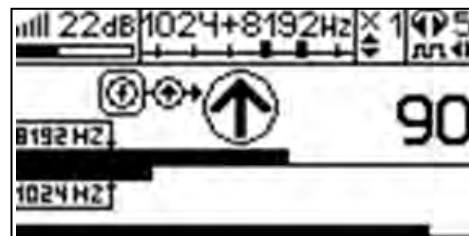

Рис.8.3
3. Включить приемник. В «Стартовом окне» следует выбрать вид принимаемого сигнала – «двухчастотный» . После запуска измерения кнопкой  появится окно «направление сигнала» (рис.8.3).